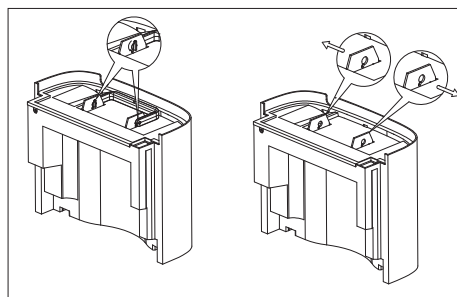

Fig. 5 – Retirer le couvercle
- ▶ Tournez la poignée de transport de manière à pouvoir la retirer de son ancrage (voir Fig. 5).